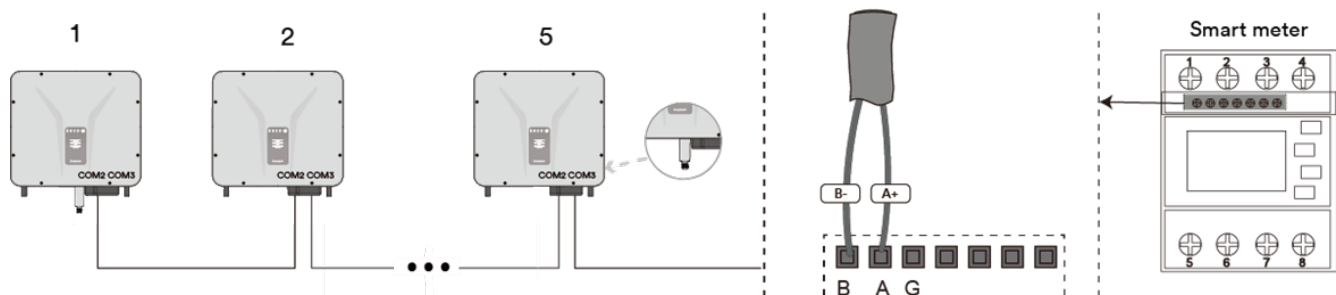
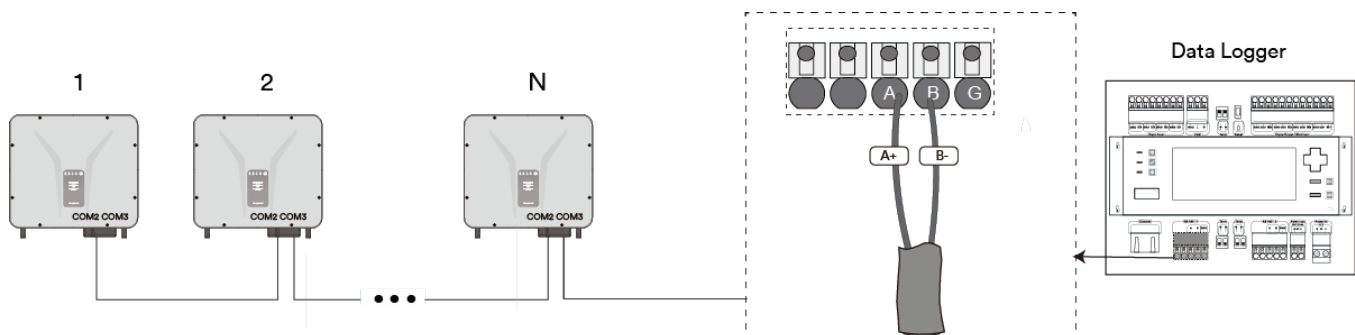

Abb. 42. RS485 Bussystem-Verbindung mit Kommunikationseinheit
Abb. 43. RS485 Bus-Systemverbindung mit Datenlogger
2. Isolieren Sie das andere Ende des Netzkabels ab. Befestigen Sie den Kupferdraht an der entsprechenden Klemme. [ PH0  0,7 Nm] (siehe Abb. 42 & Abb. 43).
3. Stecken Sie das Netzkabel in den entsprechenden Kommunikations-Port des Geräts (siehe COM4 oder COM5) (siehe Fig. 43), ziehen Sie die Gewindehülse fest und ziehen Sie dann die Überwurfmutter an.